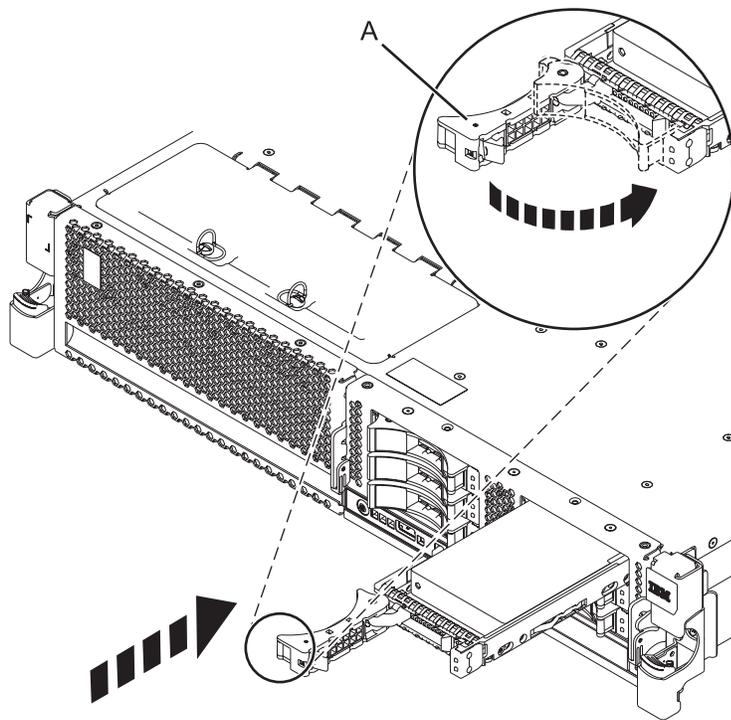

Figura 46. Instalación de una unidad de disco en el sistema
5. Cuando parpadee LED de identificación, deslice la unidad hasta el fondo del sistema y empuje hacia adentro el asa de la unidad (A) hasta que quede encajada, como se muestra en Figura 46.